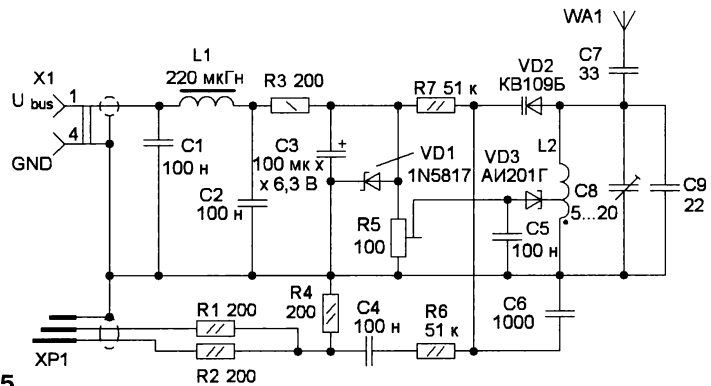

Рис. 5
**ВЧ-генератор.** Его схема, в принципе, ничем не отличается от схемы НЧ-генератора. Надо только изменить номиналы конденсаторов и конструкцию катушки индуктивности. Для примера на рис. 5 показана схема передатчика-приставки к компьютеру, которая выполняет функцию, аналогичную по-